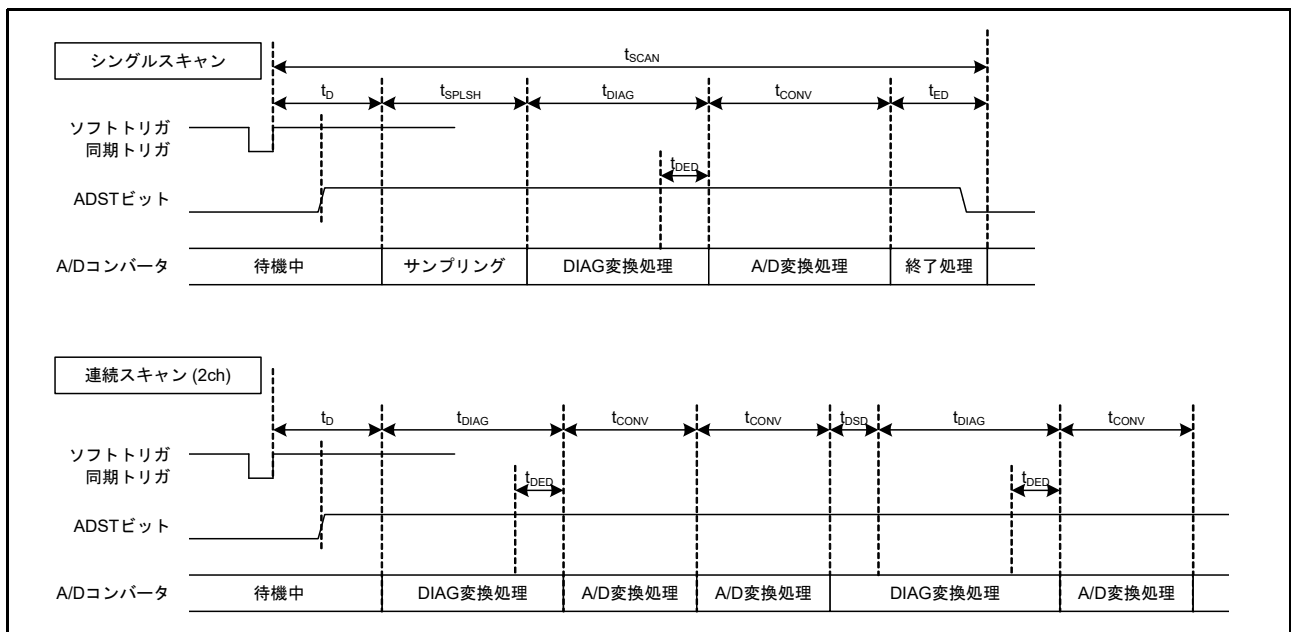
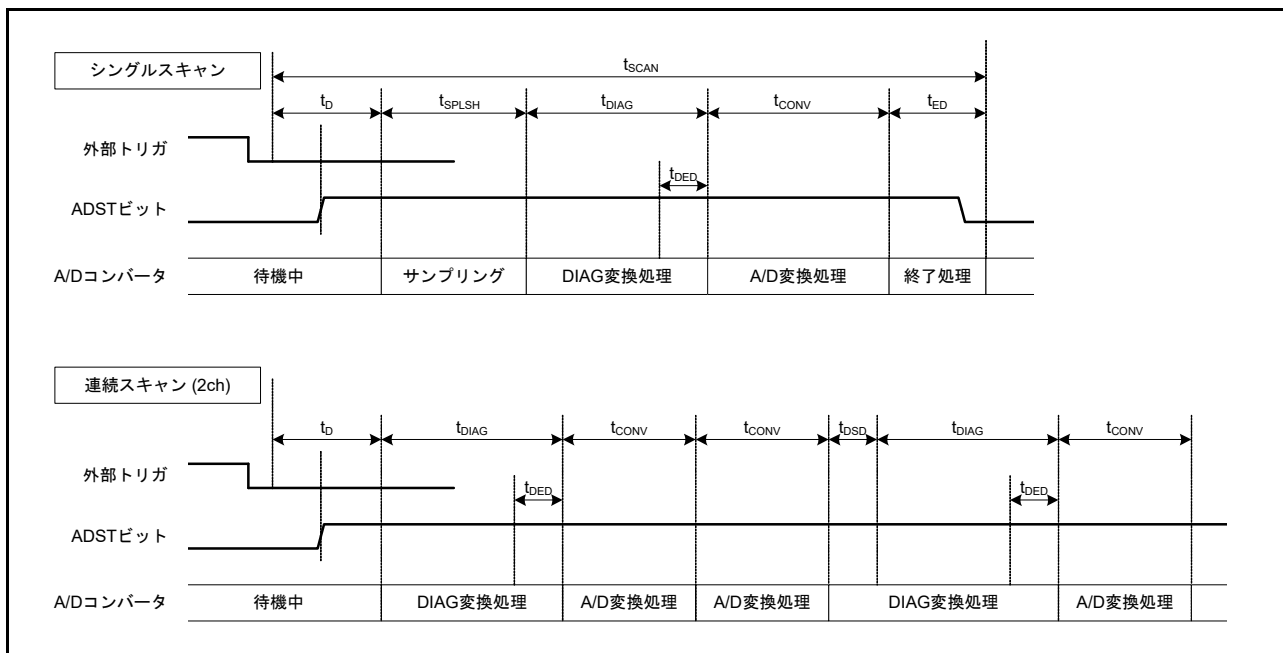

図 38.42 スキャン変換のタイミング(ソフトウェア起動、同期トリガ起動の場合)
図 38.43 スキャン変換のタイミング (非同期トリガ起動の場合)
図 38.42 にシングルスキャンモード、ソフトウェア起動と同期トリガ起動によるスキャン変換を行う場合のタイミングを示します。また、図 38.43 にシングルスキャンモード、非同期トリガ起動によるスキャン変換を行う場合のタイミングを示します。スキャン変換時間 ( $t_{SCAN}$ ) はスキャン変換開始遅延時間 ( $t_D$ )、チャンネル専用サンプル & ホールド回路処理時間 ( $t_{SPLSH}$ )(注 1)、断線検出アシスト処理時間 ( $t_{DIS}$ )(注 2)、温度センサ出力と内部基準電圧を A/D 変換するときのオートディスチャージ処理時間 ( $t_{ADIS}$ )、自己診断変換時間 ( $t_{DIAG}$ )(注 3)、A/D 変換処理時間 ( $t_{CONV}$ )、チャンネル専用サンプル & ホールド回路終了処理時間 ( $t_{SHED}$ )(注 4)、スキャン変換終了遅延時間 ( $t_{ED}$ ) を含めた時間となります。
- 注1.  $t_D$ 、 $t_{SPLSH}$ 、 $t_{DIAG}$ 、 $t_{CONV}$ 、 $t_{ED}$ の各タイミングについては図38.42、図38.43を参照してください。